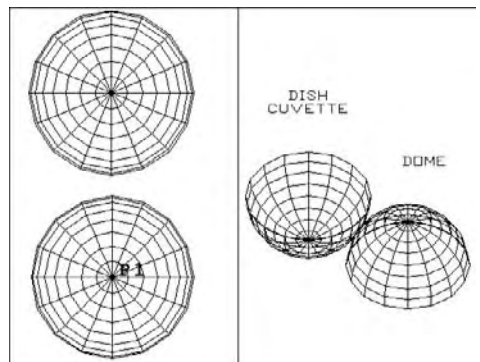

Fig.6.9
- DOME or CUVETTE (DISH) : permet de dessiner la moitié supérieure ou inférieure d'une sphère (fig.6.9).